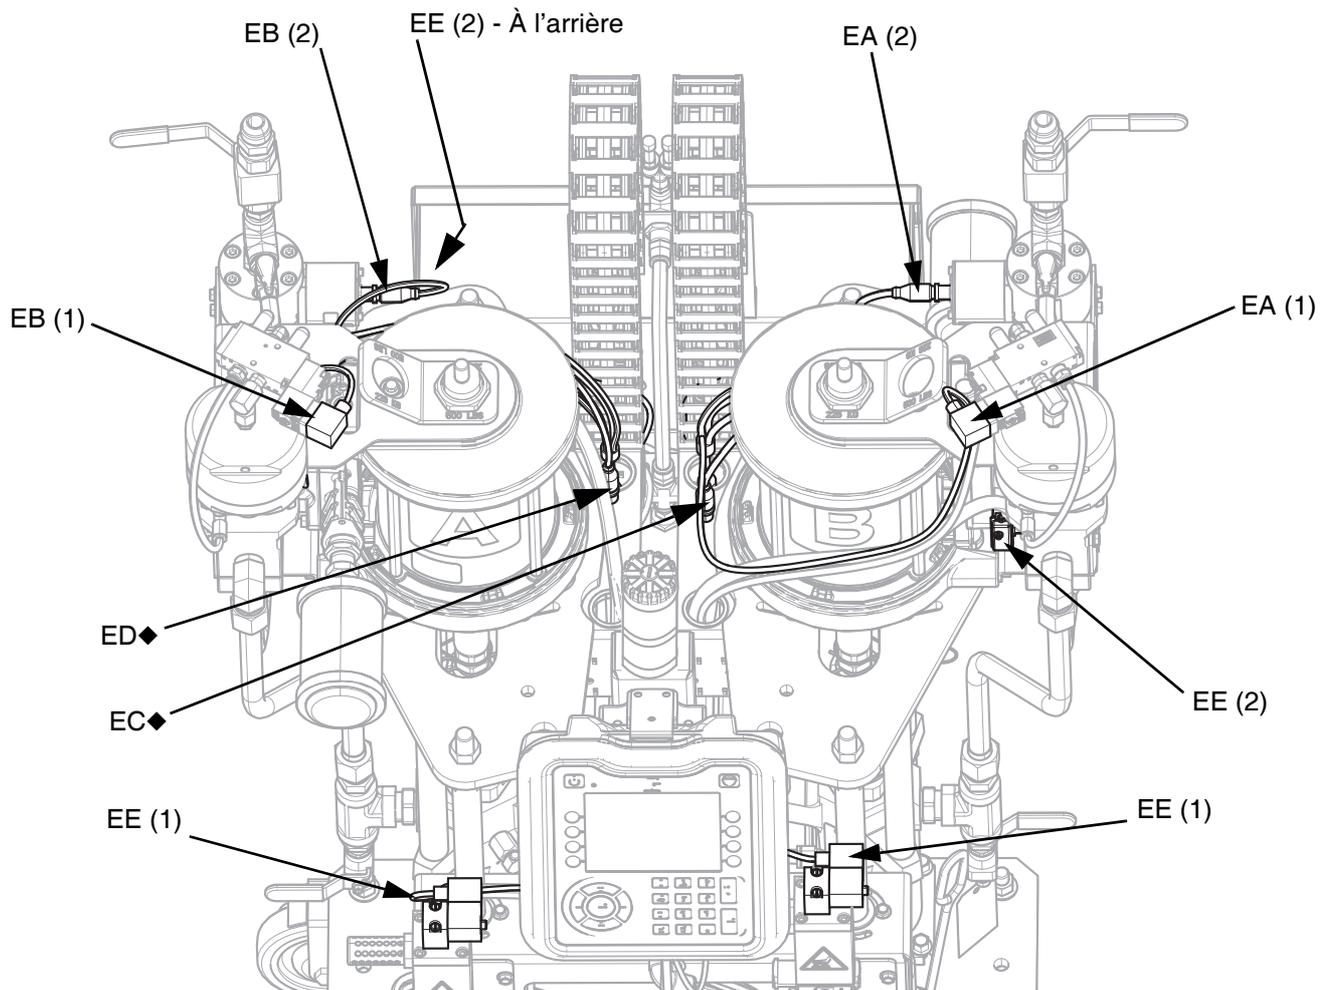

Fig. 10 : Connexions du composant du MCF
* Ces connexions sont référencées à la Figure 10, page 19.